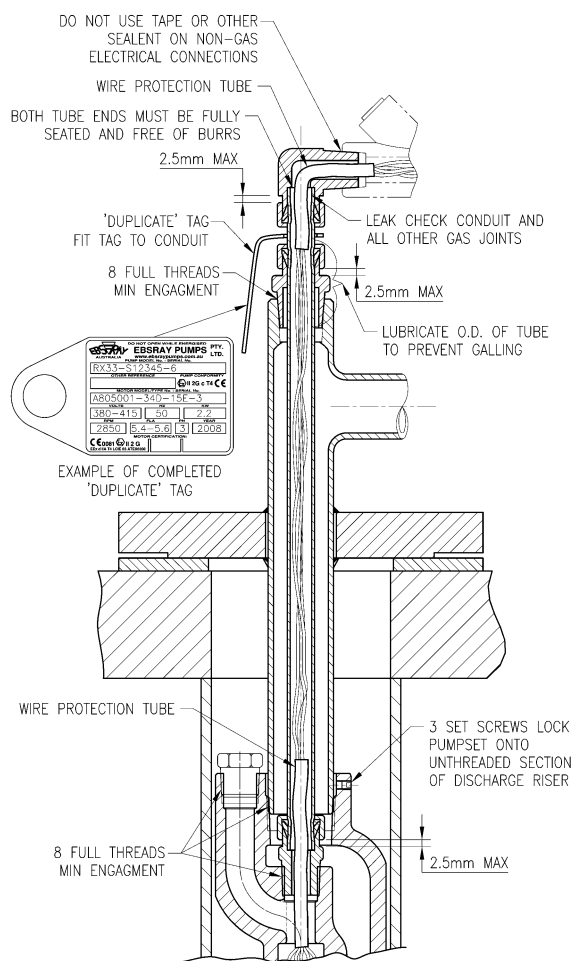

Ilustración 7
- b) Coloque el CPD en la caja de conexiones (en el caso de las cajas de conexiones que no dispongan de rosca NPT(F) de 1/2", utilice el adaptador que se proporciona). Tenga cuidado al realizar el montaje para no dañar los cables eléctricos.
- e) Coloque el conector del tubo de compresión NPT de 3/4" en el lado NPT(F) de 3/4" de la junta de alambre.
20. Coloque la etiqueta de identificación duplicada de la bomba/motor en los cables del motor y en el conducto, como se muestra en la Ilustración 7.
22. Deslice el tubo de protección de los cables hasta la mitad del recorrido del conector de compresión NPT de 3/4". Consulte la Ilustración 7